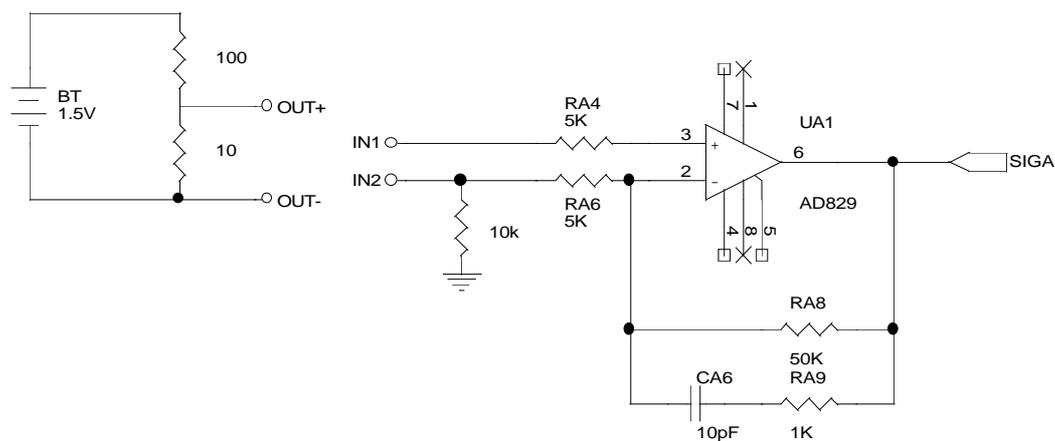

図 1: 実験に用いた乾電池の回路、及びにアンプ。IN1 を $10k\Omega$ を介して GND につないでいる。
- 図 1 にあるように、電流が流れる IN2 の方と GND を 10k Ω という極めて大きな抵抗で結んだためわずかな電流変化で電圧の変化を起こしてしまった